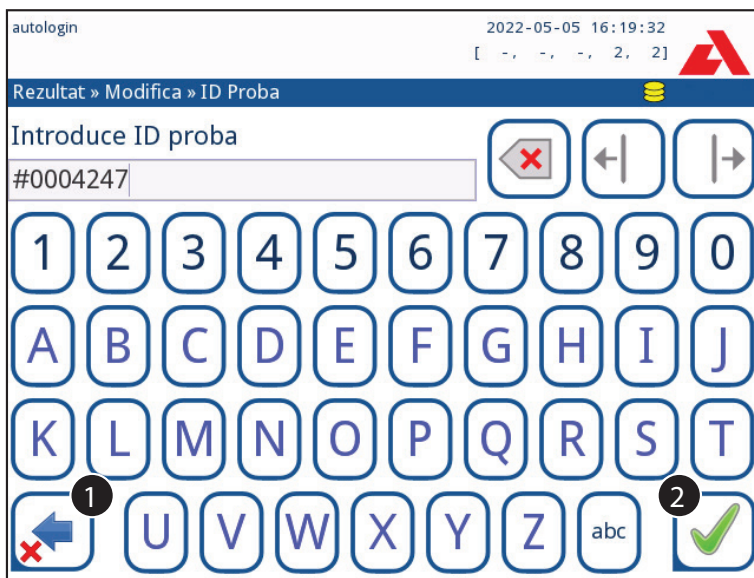

Figura 23: Introducere ID probă
Odată ce ID-ul implicit al probei este modificat, utilizatorul poate fie să anuleze modificarea atingând **Renunțare și Înapoi** (❶ în figura 23), fie să stocheze ID-ul modificat al probei împreună cu înregistrarea atingând **Aplicare și Înainte** (❷ în figura 23).